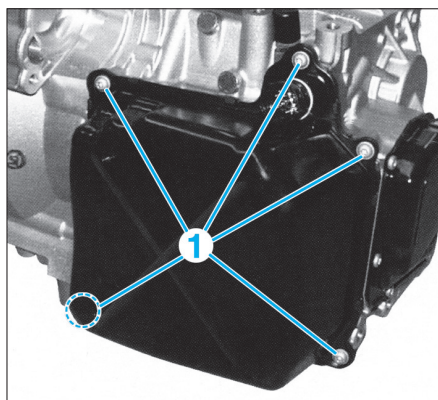

Fig. 15
- les vis (1) du carter d'huile en diagonale puis le déposer (Fig.15).